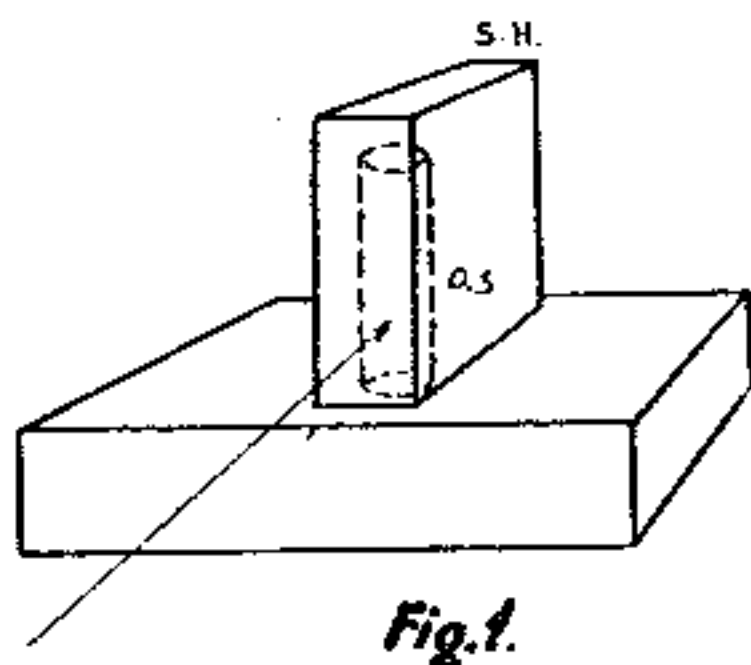

Fig. 1.
2. Die Abschirmhaube (S. H.) des Spulen-Aggregates in der Mitte des Chassis entfernen (Fig 1).